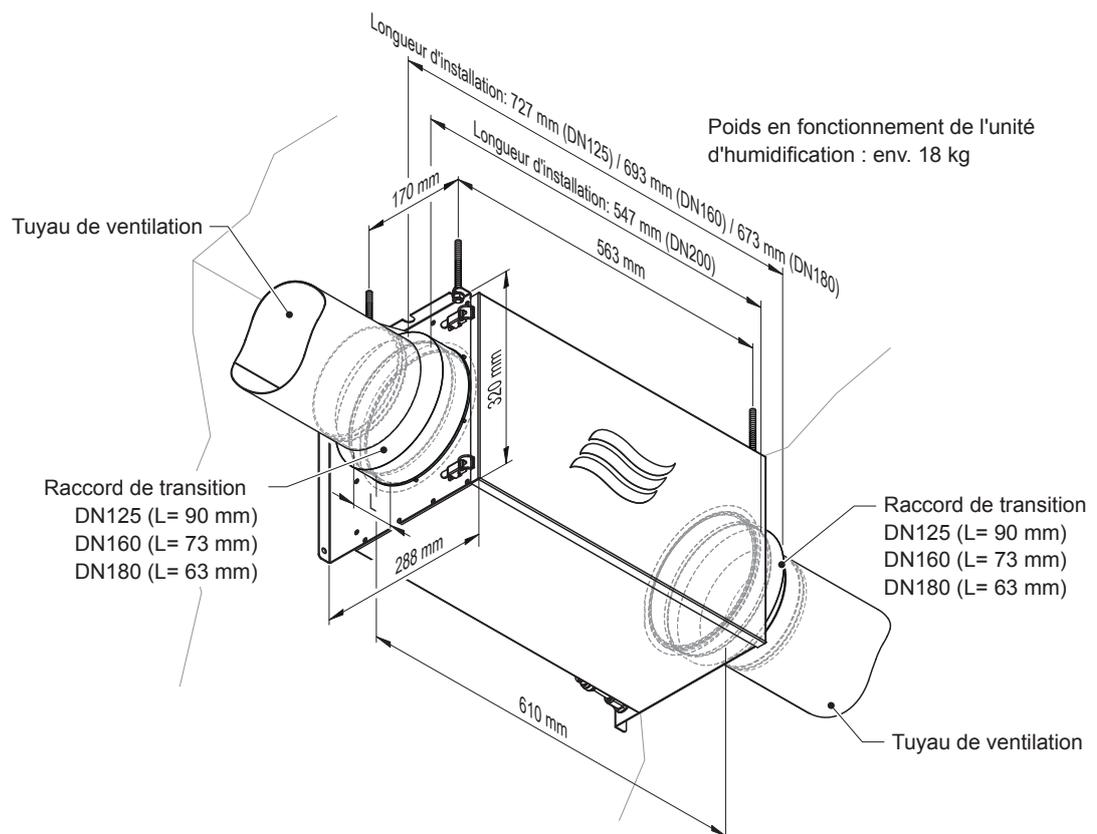
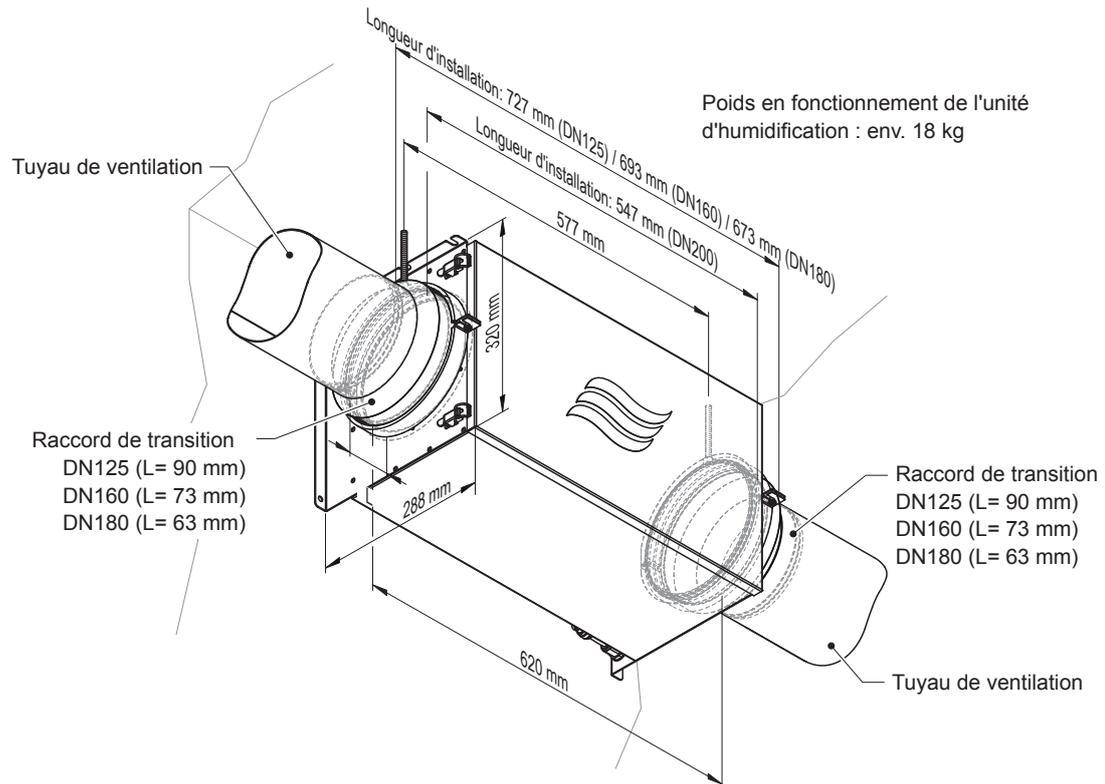
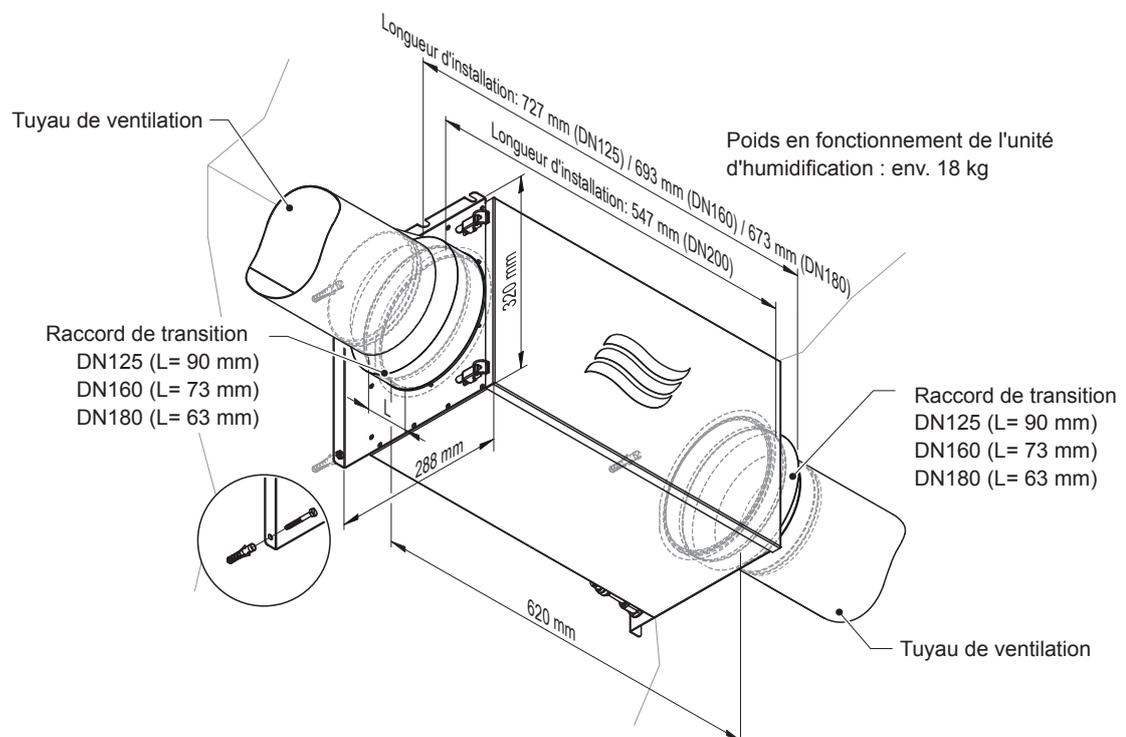

Fig. 3: Mesures montage au plafond avec tiges filetées
Fig. 4: Mesures montage au plafond avec colliers de serrage
Fig. 5: Mesures montage mural
- Le plafond/mur auquel l'unité d'humidification ou l'unité hydraulique est fixée doit présenter une résistance suffisante (voir Fig. 3, Fig. 4 et Fig. 5).
**Montage au plafond avec tiges filetées** : L'unité d'humidification est fixé au plafond à l'aide de quatre tiges filetées et d'écrous (voir Fig. 3). Le matériel de fixation n'est pas inclus dans la livraison.
**Montage au plafond alternatif avec colliers de serrage** : L'unité d'humidification est fixé au plafond à l'aide de deux colliers de serrage de  $\varnothing 200$  mm (voir Fig. 4). Le matériel de fixation n'est pas inclus dans la livraison.
**Montage mural** : L'unité d'humidification est fixée au mur à l'aide de 4 chevilles et vis (fournis), voir Fig. 5.